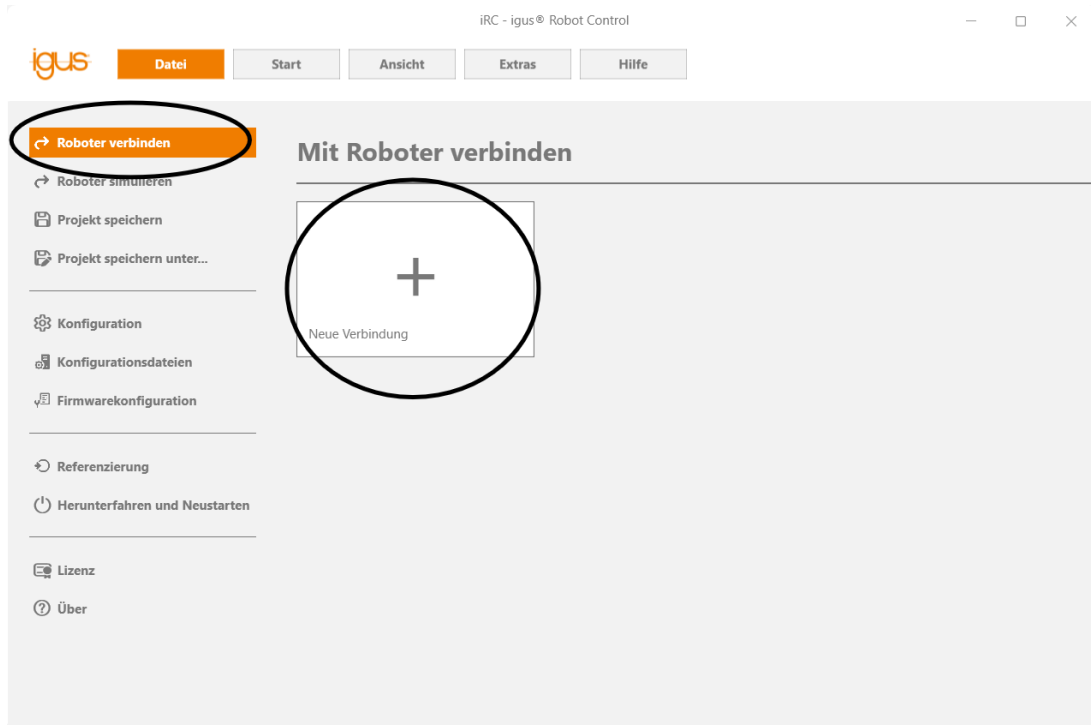

Abbildung 1: Verbinden mit dem Roboter
2. Starten Sie die iRC Software. Beim Start können Sie entweder einen beliebigen Roboter simulieren oder sich direkt mit Ihrem Roboter Verbinden. Drücken Sie "Automatisch verbinden", wenn der Roboter im Auslieferungszustand ist oder geben Sie eine konkrete IP-Adresse ein, falls diese auf dem Roboter geändert wurde (siehe Abb. 1).